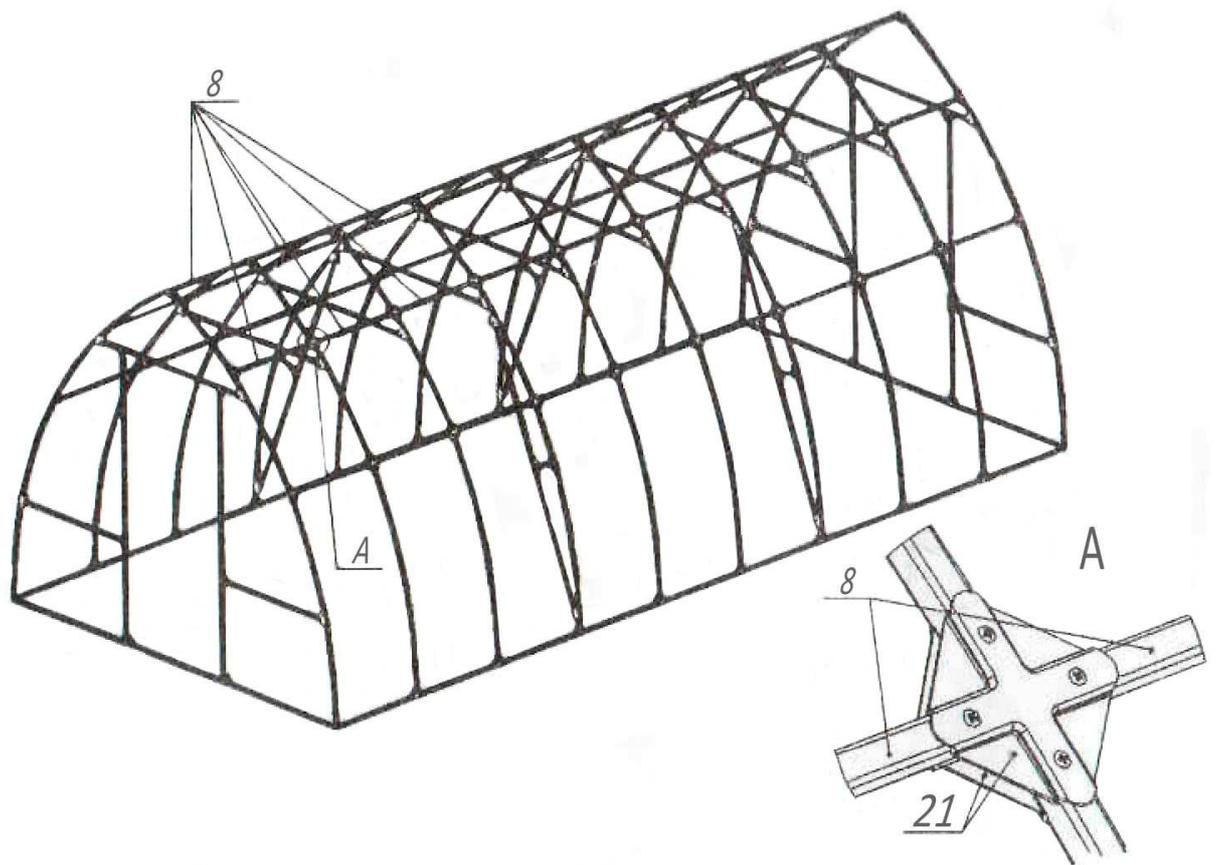

Рис. 6
6.6 Установите на каркас верхние промежуточные арки вместе с верхними стрингерами 8 (рис.6).